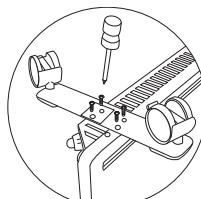

Рис. 8
- приложить планку опорной ножки к месту крепления на конвекторе так, чтобы выпуклая часть планки прилегала плотно к корпусу конвектора и находилась ближе к его задней стенке, винтовые отверстия должны совпадать (рис.8)